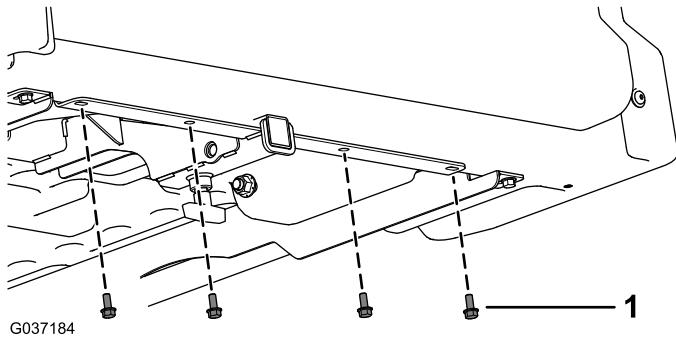

Figura 2
- Rimuovete le 4 viti esagonali flangiante (5/16 x 3/4 poll.) dalla parte inferiore del pianale di carico (Figura 2).